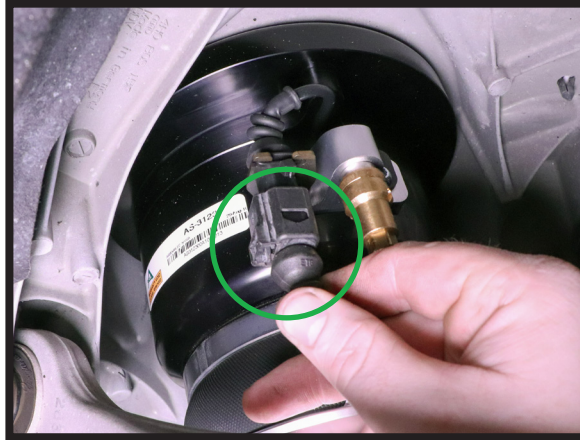

FIGURE 37
11. RECONNECT ELECTRICAL CONNECTOR. (FIGURE 37)